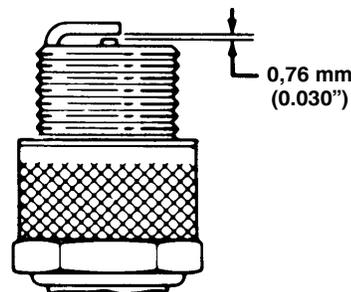

Abbildung 36
3. Den Elektrodenabstand an der Zündkerze auf 0,76 mm (0.030") einstellen (Abb. 36).